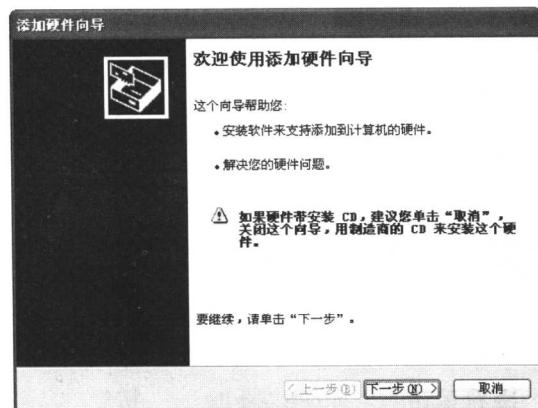
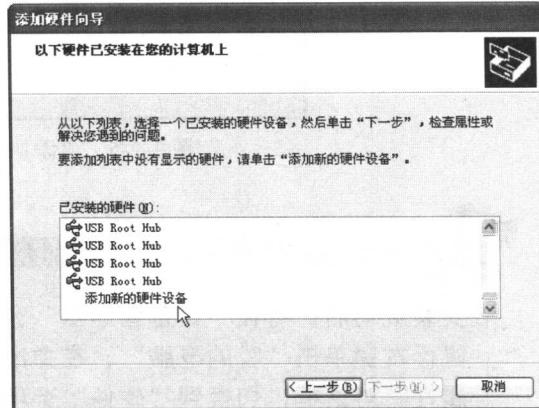

图 1-2-1 “添加硬件向导”对话框 1
图 1-2-2 “添加硬件向导”对话框 2
(1) 单击 Windows 系统的“开始”按钮弹出“开始”菜单，然后单击其中的“控制面板”命令打开“控制面板”窗口。
(2) 双击“控制面板”中的“添加硬件”选项，打开如图 1-2-1 所示的“添加硬件向导”对话框 1，依次单击底部的“下一步(N)>”按钮，当向导更新为如图 1-2-2 所示的对话框 2 时，单击其中的“添加新的硬件设备”选项，然后再单击“下一步(N)>”按钮，向导将会自动更新。